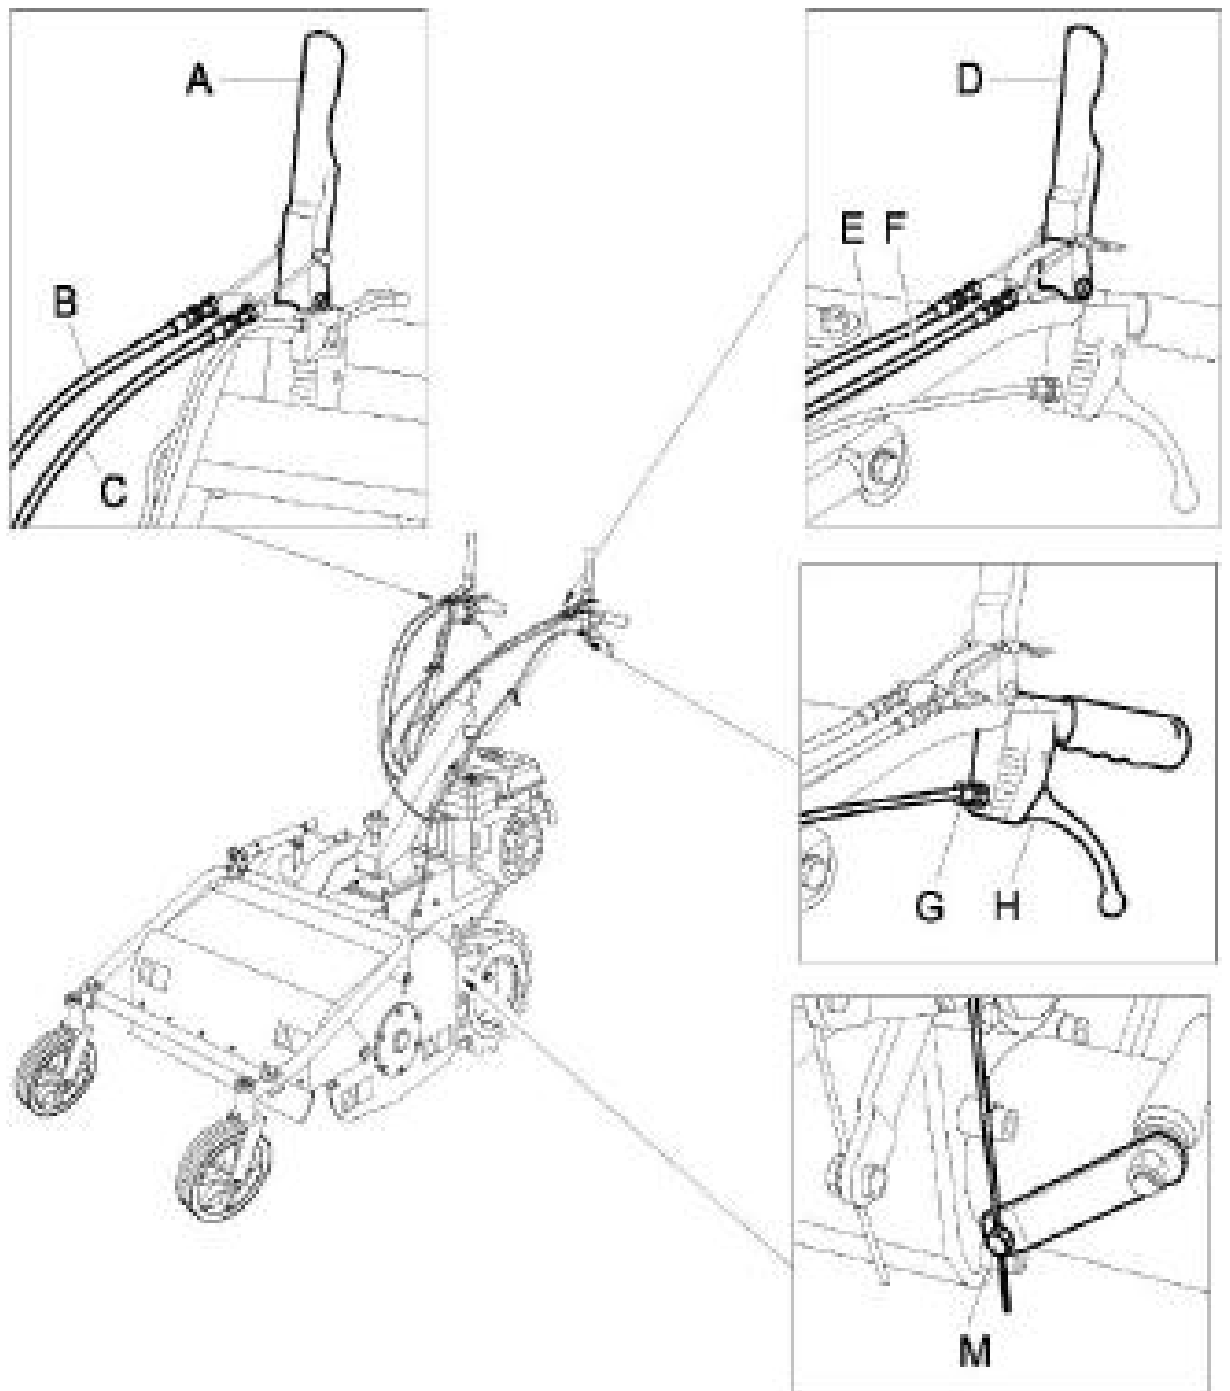

Figure 5
Placer les vis de réglage des câbles des leviers de déblocage à zéro, c'est-à-dire en position complètement vissés (Fig. 5 réf. G).
Mettre manuellement le câble sous tension en veillant à ce qu'il soit dument tendu et le bloquer à l'aide de la borne prévue à cet effet (Fig. 5 Réf. M).
Actionner le levier de déblocage des roues (Fig. 5 Réf. H) sur toute sa course (c'est à dire jusqu'à ce qu'il appuie sur la poignée du guidon) et vérifier manuellement que la roue soit débloquée et tourne librement.
Si ce n'est pas le cas, agir sur le dispositif de réglage du câble de déblocage (Fig. 5 Réf. G) en le dévissant jusqu'à ce que la roue puisse tourner librement.
Quand le levier de déblocage (Fig. 5 Réf. H) est complètement actionné, en appui sur le guidon, vérifier que dès qu'il commence à se relâcher, les goujons de blocage commencent à opérer.
Les deux câbles sont commandés simultanément par le levier situé sur le guidon illustré par la figure 5 réf. D.
Les deux câbles sont commandés simultanément par le levier situé sur le guidon illustré par la figure 5 réf. A.
- sur le registre placé sur le guidon (Fig.5, Réf. E)